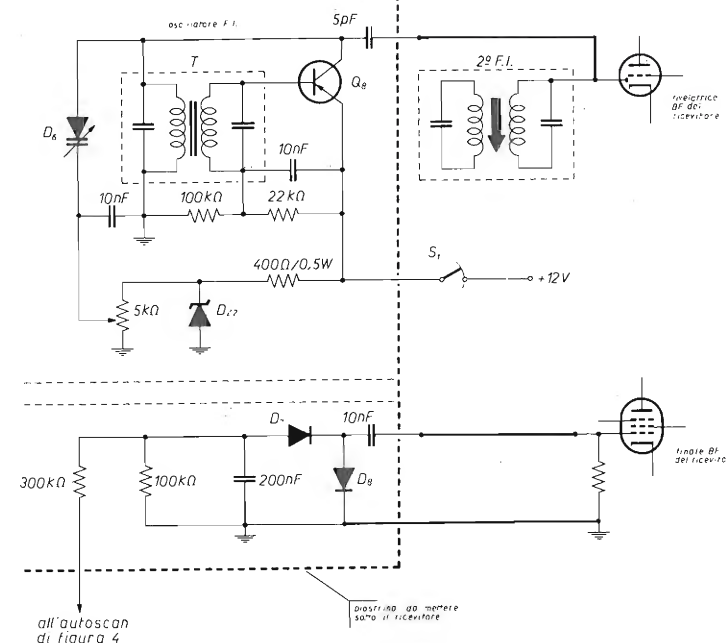

figura 7
- A) I circuiti in grassetto si riferiscono alla modifica, ricordarsi di interrompere il collegamento fra la R_1 del pentodo e la massa. L'interruttore S_2 che mette a massa il CAG è in tandem con S_1 di figura 7.
L'oscillatore di figura 7 impiega come induttori gli avvolgimenti di un trasformatore miniatura Philips da 467 kHz.